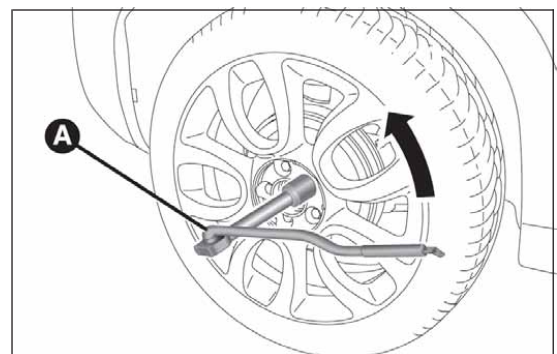

Abb. 33
- Mit dem Schlüssel A Abb. 33 den Radbolzen um ca. 1 Umdrehung lösen. Bei den Versionen mit Leichtmetallfelgen rütteln Sie am Fahrzeug, um das Entfernen der Felge von der Radnabe zu erleichtern.